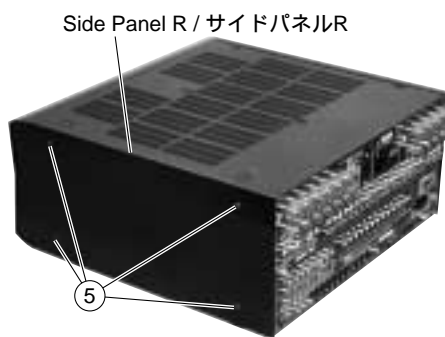

Fig. 2
- b. Remove 4 screws (⑤) and then remove the Side Panel R. (Fig. 2)
- b. ⑤のネジ4本を外し、サイドパネルRを取り外します。(Fig. 2)